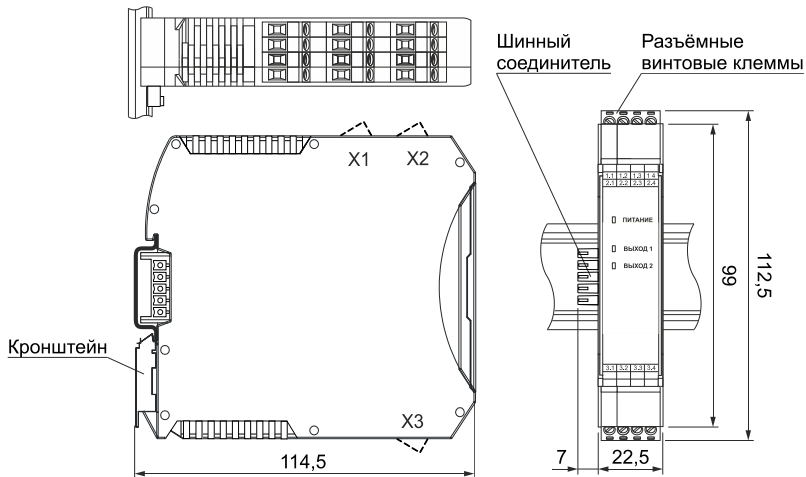
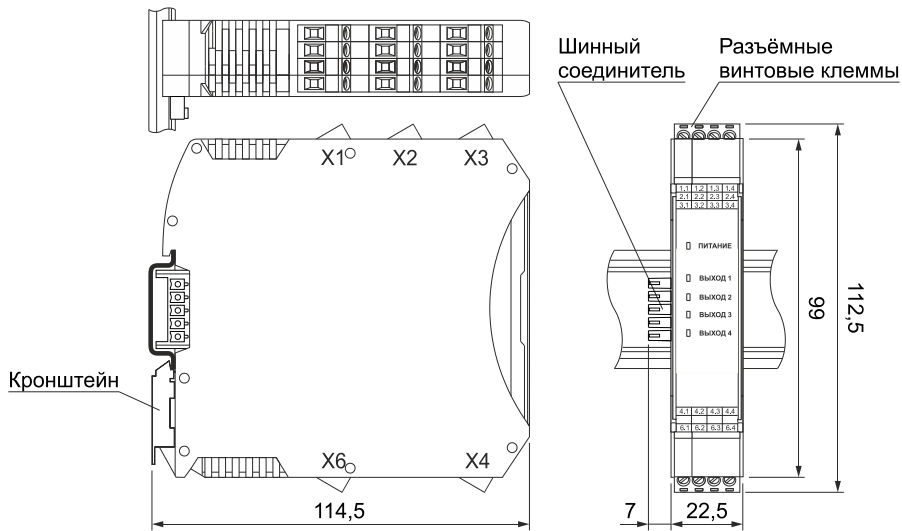

Рисунок 8 – габаритные размеры барьеров КА5311Ех-NN, КА5312Ех- NN
Рисунок 9 – габаритные размеры барьеров KA5314Ex-NN.
6.3.1 Электрические соединения осуществляются с помощью розеток к клеммным соединителям X1-X6. Розетки рассчитаны на подключение проводников с сечением не более 2,5 мм2. Размещение розеток показано на рис.8 и рис.9